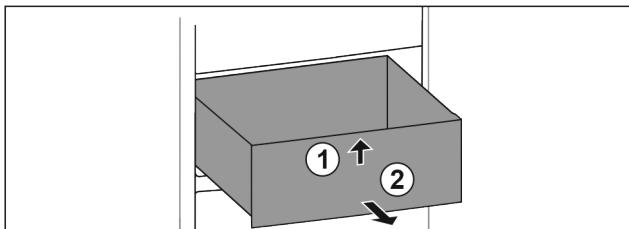

Fig. 78
- Nadvihnite zásuvku vpred. Fig. 78 (1)
- Odoberte zásuvku dopredu. Fig. 78 (2)